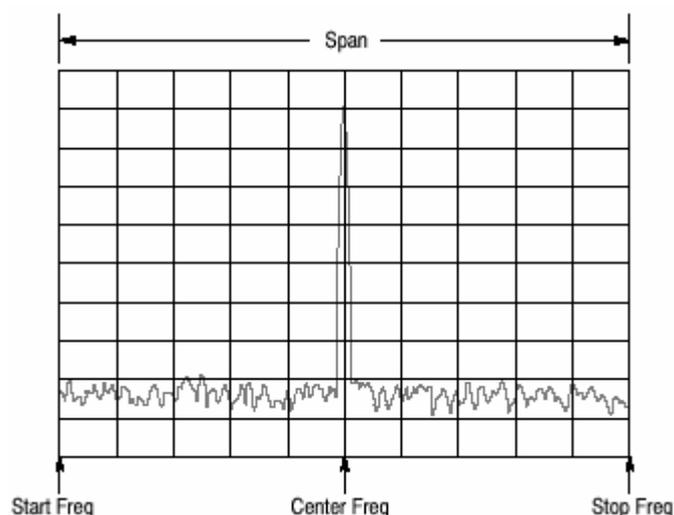

图 3-1 设置频率和间隔
2. 使用 Center Freq 侧面键设置中心频率 (见图 3-1)